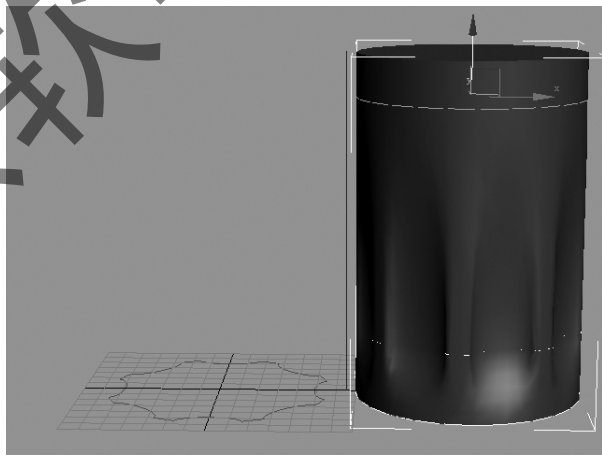

图 4-43 移动截面
Step19:现在放样物体“Loft001”的两个截面已经生成,但是垃圾桶的最终效果是顶和底部为圆形。选择底部的圆形截面,使用“”选择并移动工具,按着【Shift】键沿着 Z 轴方向移动并复制到放样物体“Loft001”顶部,如图 4-43 所示。